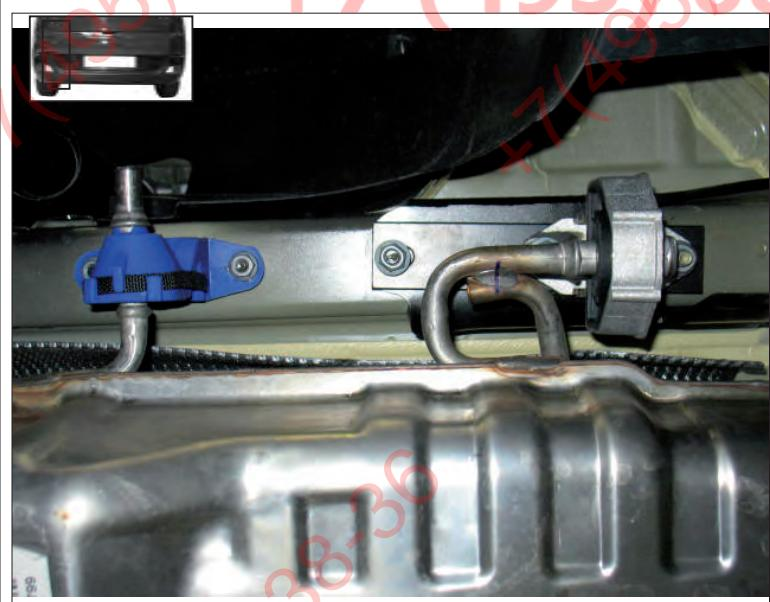

Fig.1
3. Please note, for this type of exhaust: Detach both exhaust suspension supports from rearwards. See figure 1.
3. Achtung bei diesem Auspufftyp: Die beiden Auspuffaufhängungs halterungen des letzten Auspuff-Schalldämpfers abmontieren. Siehe Abbildung 1.
3. Attention, pour ce type d'échappement:: démonter les deux supports de l'échappement du silencieux arrière. Voir la figure 1.